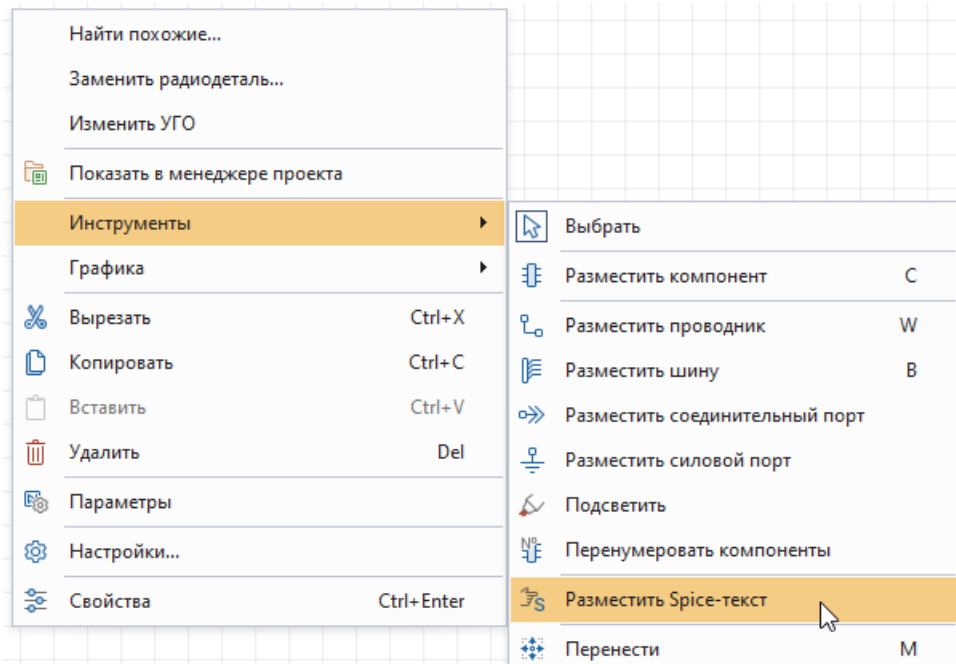

Рис. 26 Добавление объекта SPICE-блока с помощью контекстного меню
3. Через вызов контекстного меню на схеме → «Инструменты» → «Разместить SPICE-текст», см. Рис. 26.